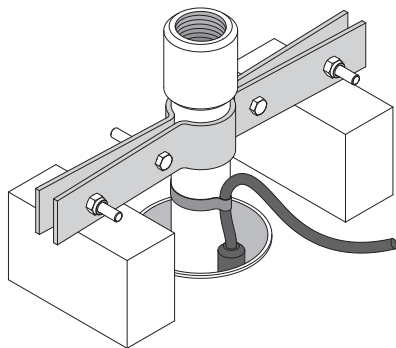

Fig. 7.5 – För detaljer se sidan 401
- Det är tillrådligt att först ansluta ett kort röravsnitt till pumpens utloppsport och fästa elförsörjningskabeln i den. I andra änden, under kopplingshylan eller flänsen, montera en stödkonsol (fig. 7.5).